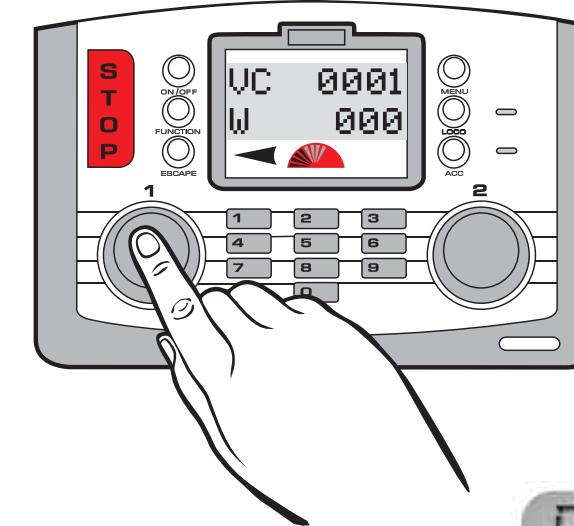

Fig 1
- Pulse el **mando 1**. En la pantalla aparece "VC 0001 W 000". Véase la Fig. 1.